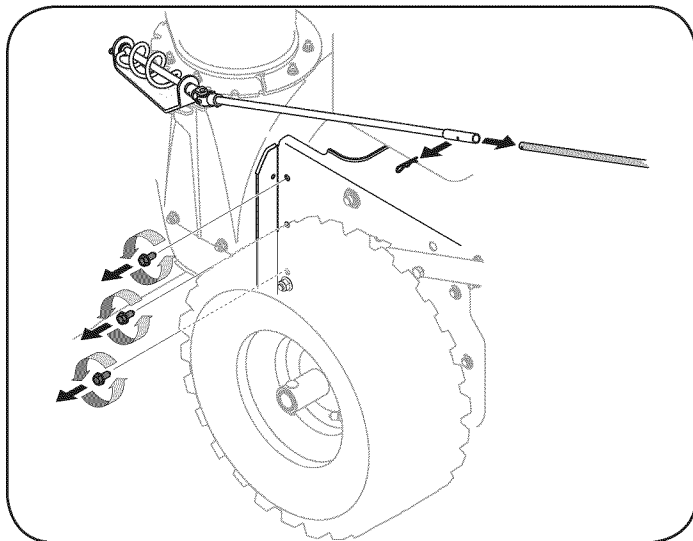

Figura 28
1. Coger quitar el pasador que asegura la parte superior de la tolva a la manivela de la tolva inferior manivela. Consulte la Figura 28.